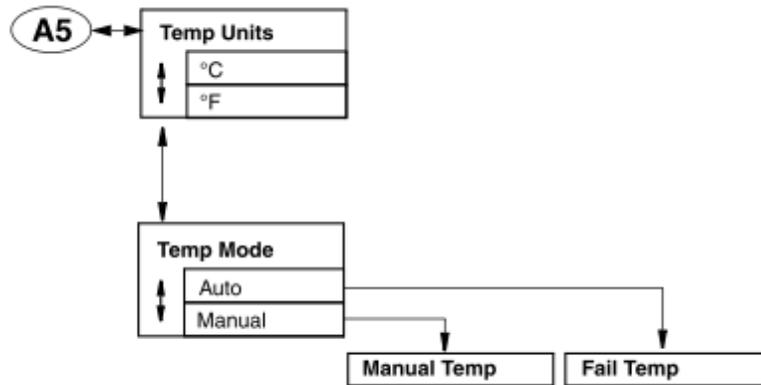

図 20
- ・「7. 設定の確認及び変更」を参照頂き、設定したい水温単位及び水温測定状況を下記の図 20 フローを参照して設定下さい。